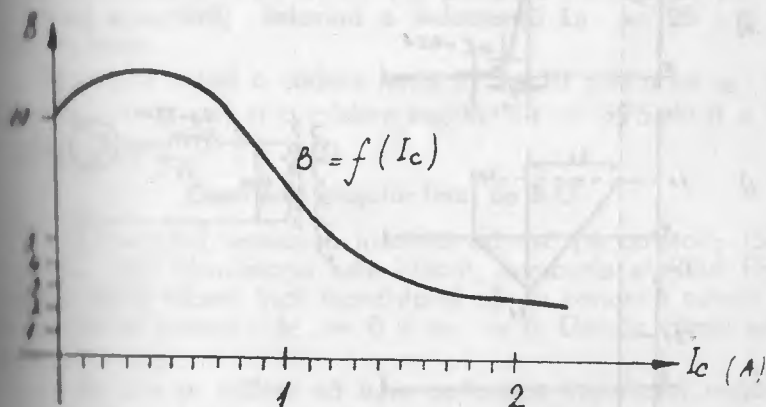

Fig. 12
11,12. Amplificarea de curent este întotdeauna mică la tranzistoarele de baleiaj mai ales la curenți mari de lucru. Variația tipică a cîștigului de curent I_c/I_B este arătată în fig. 12, din care se vede că la curenți de ordinul a $1,3 - 1,7\text{ A}$, $\beta = 3$. Deci pentru ca prin tranzistor să curgă un curent $I_c = 1,5\text{ A}$ este necesar ca I_B să fie $0,5\text{ A}$.
13. Cînd prin tranzistor curge un curent $I_c = 2\text{ A}$ curenții de bază fiind de ordinul a $0,8 - 1\text{ A}$ (deoarece la 2 A , $\beta = 2 - 2,5$ vezi fig. 12) căderea de tensiune colector-emitor este mai mică de 5 V la orice exemplar de tranzistor BU205 (conform cu condiție de catalog), practic de ordinul a $1 - 3\text{ V}$.